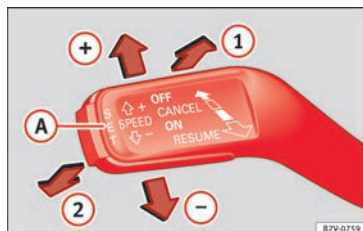

Fig. 46 A la izquierda de la columna de la dirección: conmutador y mandos de manejo del GRA.
- Conectar el GRA: sitúe la palanca en **ON** (1) » **fig. 46**. El sistema se enciende, pero no regula por no tener programada ninguna velocidad.
- Activar el GRA: pulse el botón **SET** (A) » **fig. 46**. Memoriza y regula velocidad actual.
- Desconectar el GRA temporalmente: mueva la palanca hasta **CANCEL** (2) » **fig. 46** y suéltela o pise el freno o el embrague. La regulación se desconecta temporalmente.
- Conectar el GRA de nuevo: mueva la palanca hasta **RESUME** (1) » **fig. 46** y suéltela. La ve-
- Aumentar velocidad programada durante regulación de GRA: desplace la palanca brevemente hacia **SPEED +** (1) para aumentar la velocidad a intervalos de 10 km/h. Si se mantiene pulsada, el vehículo acelerará hasta la velocidad deseada. Cuando se suelta queda memorizada la velocidad actual.
- Reducir velocidad programada durante regulación de GRA: desplace la palanca brevemente hacia **SPEED -** (2) para reducir la velocidad a intervalos de 10 km/h. Si se mantiene pulsada, el vehículo reducirá la velocidad interrumpiendo el acelerador sin que intervengan los frenos. Cuando se suelta queda memorizada la velocidad actual.
- Desconectar el GRA: mueva la palanca hasta la posición **OFF** (2) » **fig. 46**. Se desconecta el sistema y la velocidad memorizada se borra.